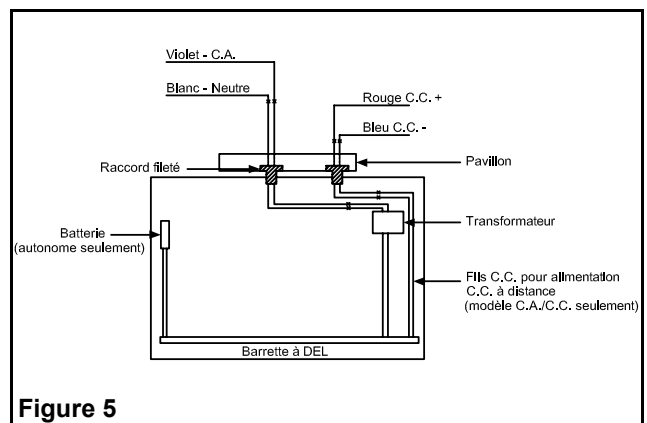

Figure 5
2. **Connexions électriques:** À l'aide du raccord fileté et fils C.A. (3 fils), connecter une extrémité aux conducteurs du transformateur, à l'intérieur du boîtier, puis l'autre extrémité à la ligne C.A. dans la boîte de jonction. Connecter le conducteur blanc au neutre et le conducteur violet à la C.A. (entrée universelle 110 à 347 V C.A.). (Voir figure 5).
- Option :** Pour les modèles C.A. utilisés avec l'alimentation C.C. à distance, le raccord fileté et fils C.C. (2 fils) devra également être installé. Une extrémité sera connectée aux conducteurs de la barrette à DEL, à l'intérieur du boîtier, puis l'autre extrémité sera connectée à l'alimentation C.C. dans la boîte de jonction. Connecter le conducteur rouge au positif, et le conducteur bleu au négatif de l'entrée C.C. à distance (voir figure 5).